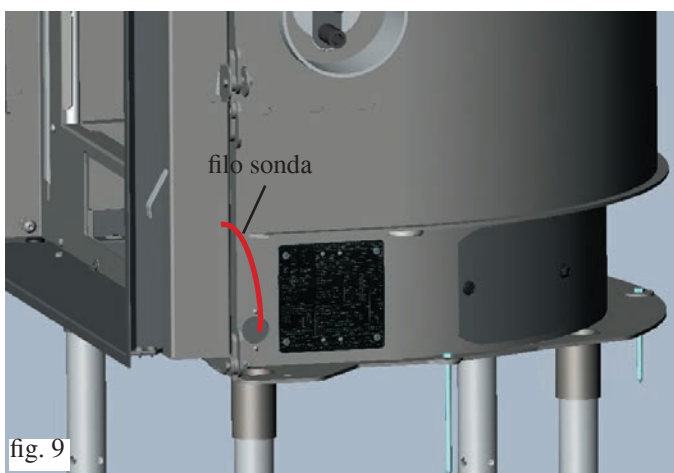

fig. 9
- Il filo sonda va srotolato lungo il lato destro del cassetto cenere fino proseguire all'esterno del termocaminetto (fig. 9 - pag. 11) mediante il foro posto sul lato destro.